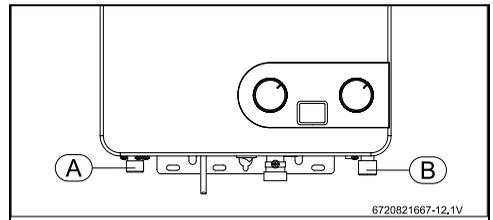

Fig. 12 Conexión del agua
- Identificar el tubo de agua fría (→ Fig. 12, ítem B) y el tubo de agua caliente (→ Fig. 12, ítem A), para evitar cualquier conexión equivocada.